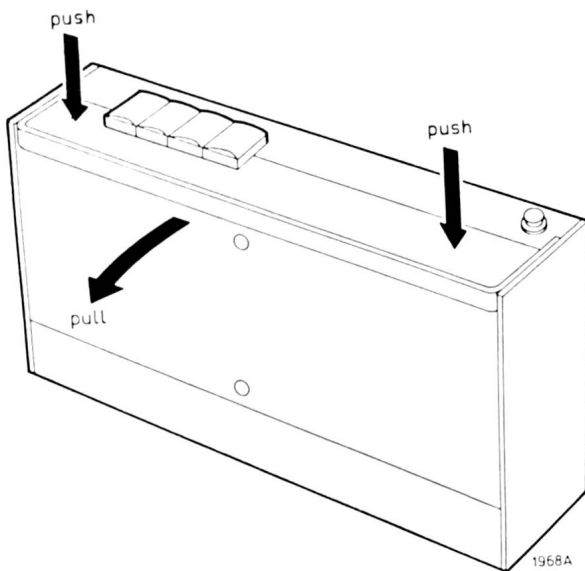

Fig. 1
- Entferne die Rückwand (Abb. 1).